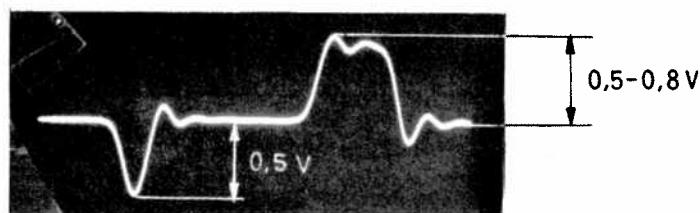

Bild 5
3.4.2.3 Anslut oscilloskopet till mätjacken TP201 INPUT på nedre synk-separatorn. Kontrollera att en pulsbild enligt bild 5 erhålls.